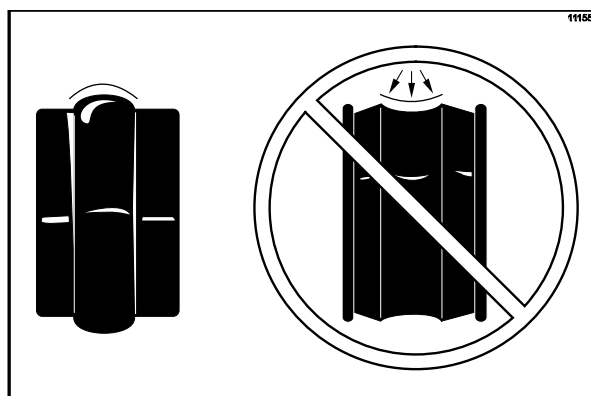

Рис. 103
**Примечание:** чтобы исключить утечку смеси через заднюю часть морозильного цилиндра, средняя часть опорного уплотнения должна быть выпуклой - выступать за пределы образующей. Если же средняя часть опорного уплотнения имеет вогнутую форму, уплотнение было вывернуто наизнанку, и ему следует придать первоначальную форму. (См. рис. 103.)